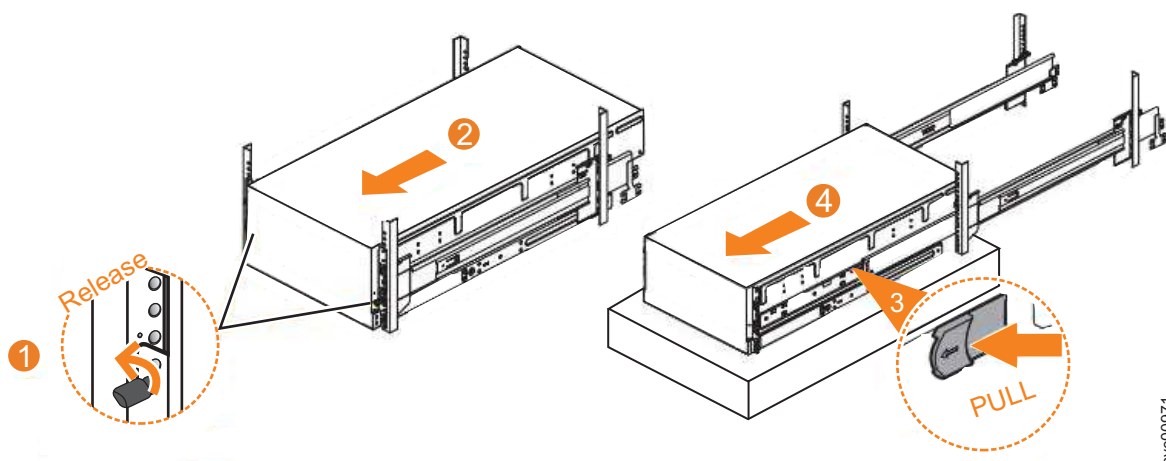

Abbildung 96. 2145-92F-Gehäuse aus Rack entfernen
1. Lösen Sie die Verriegelungsrandelschrauben ( **1** ) an der Vorderseite des Gehäuses (siehe Abb. 96).
2. Ziehen Sie das Gehäuse vorsichtig nach vorne aus dem Rack ( **2** ) (siehe Abb. 96).
3. Suchen Sie den linken und rechten blauen Lösehebel in der Nähe der Vorderseite des Gehäuses. Ziehen Sie beide Lösehebel vorwärts, um den Einschubmechanismus zu entriegeln ( **3** in Abb. 96).
4. Ziehen Sie das Gehäuse und den inneren Schienenteil aus dem Rack ( **4** in Abb. 96).